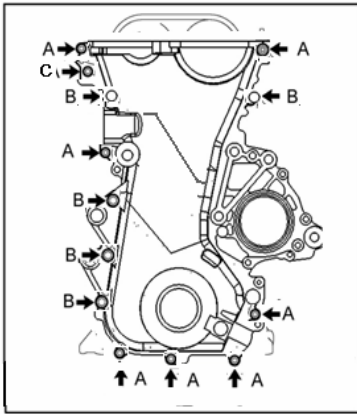

Рисунок II-108
3) Заверните 12 болтов и 1 гайку, чтобы закрепить переднюю крышку (см. *Рисунок II-108*).